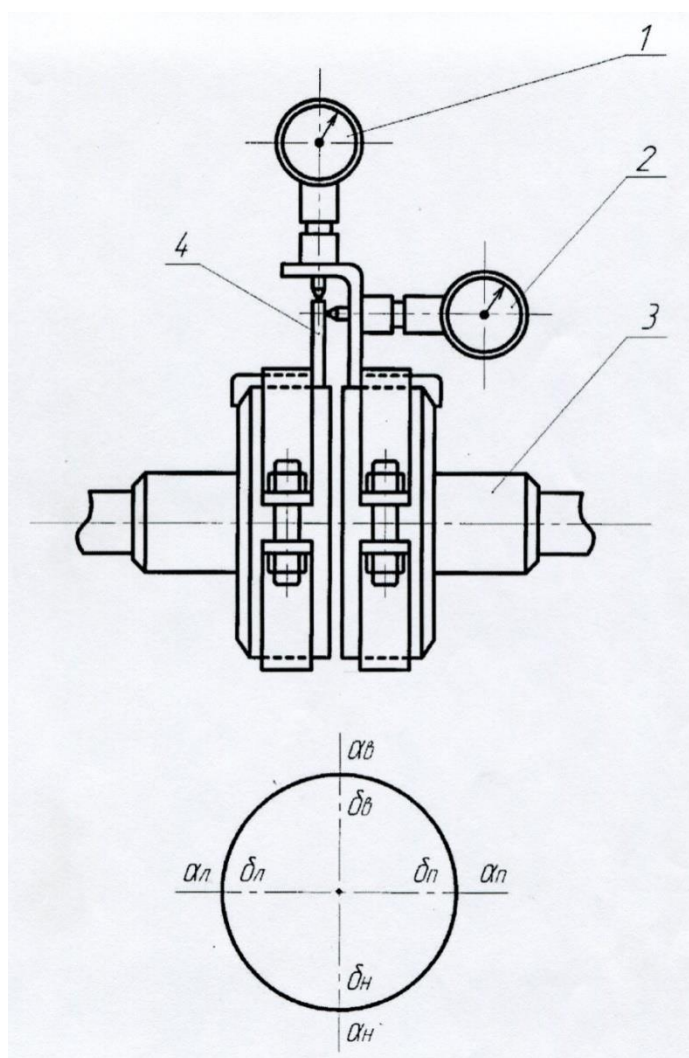

Рис. 1 Центровка полумуфта
2. Проверка центровки должна производиться при помощи скоб с индикаторами часового типа. Скобы с жесткими кронштейнами устанавливаются и надежно закрепляются на полумуфтах валов насоса и эл. двигателя. (см. рис. 1).